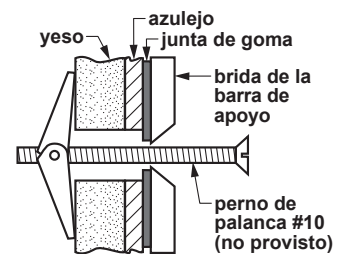

Figura 4: montaje del perno de palanca
- c. **Montaje del perno del palanca (ningún montante de madera) en la pared de azulejos o la pared sin azulejos:** Véase la figura 4. Talad্রে 1/2" diámetro con una broca de albañilería a través de la pared exterior o los azulejos y los paneles de yeso.